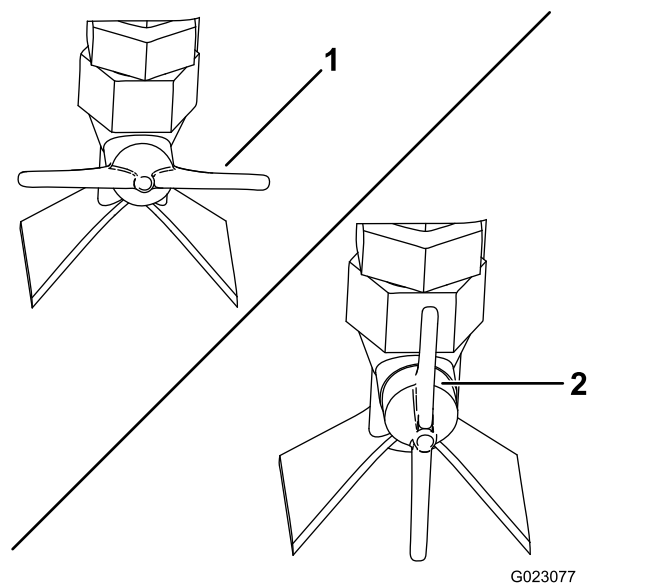

Bild 70
- Fächerförmiger Strahl: Stellen Sie das Sprühventil an der Seite der Düse waagrecht (Bild 70).
- Strahl: Stellen Sie das Sprühventil an der Seite der Düse senkrecht (Bild 70).